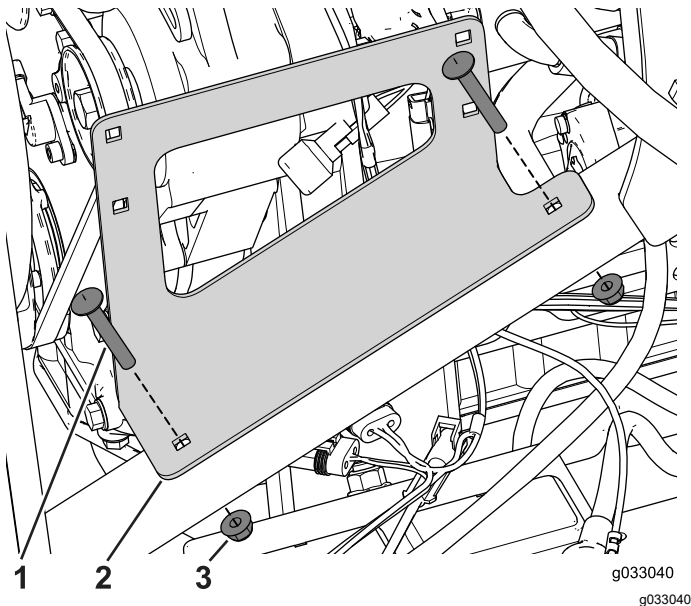

図 15
1. ボルト $\frac{3}{8}$  x 2" 2本とフランジナットを使って、ウォッシャー液タンクをフレーム右側に取り付ける 図 15。